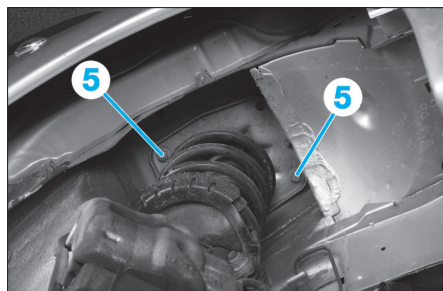

Fig. 7
- les vis de fixation de l'élément de suspension sur la caisse (5) (Fig.7).